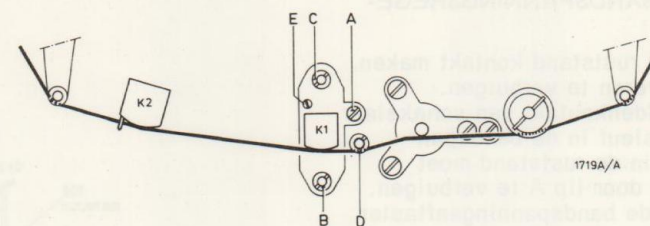

Fig. 6
A. INSTELLING VAN DE OPNEEM/WEERGEEF- EN WISKOP (Fig. 6)
- . Plaats de mal in het apparaat zoals in Fig. 6 is aangegeven.